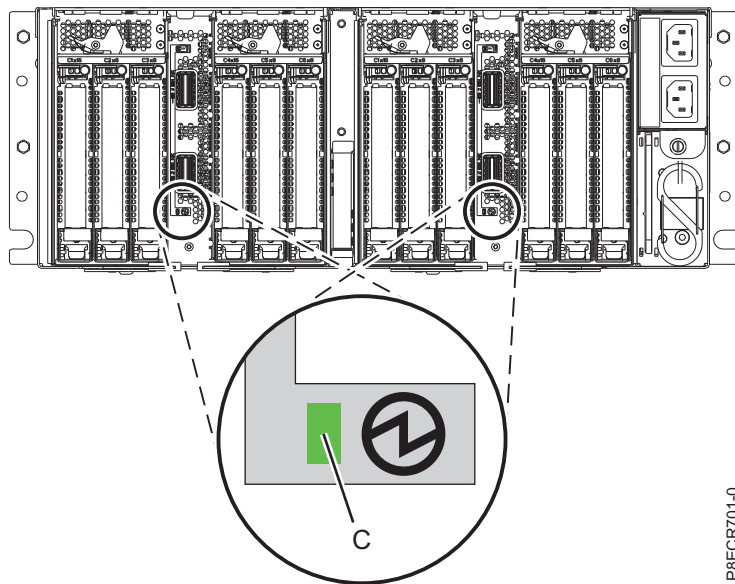

Figure 2. Voyant d'alimentation d'un module de sortance à 6 emplacements PCIe3
- Le voyant d'alimentation du module d'E-S (**C**) est allumé sans clignoter. Le voyant d'alimentation se situe au-dessous des ports de câble de tiroir d'extension du module d'E-S identifié à l'étape précédente. Pour connaître l'emplacement du voyant d'alimentation sur un module de sortance à 6 emplacements PCIe3, voir la figure 2.